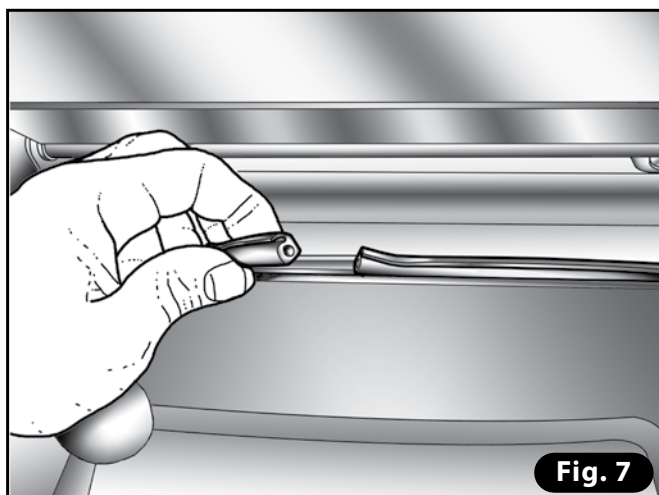

Fig. 7
- 3) Incérer le nouveau joint et le couper sur mesure à l'aide d'un cutter (**Fig. 7**).